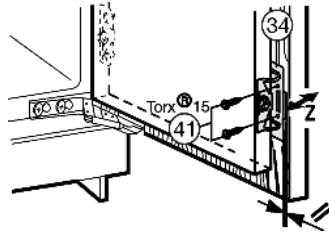

Fig. 23
- ▶ Visser la porte de l'appareil en fixant des vis Fig. 23 (41) à travers les étriers Fig. 23 (34) sur la porte du meuble.